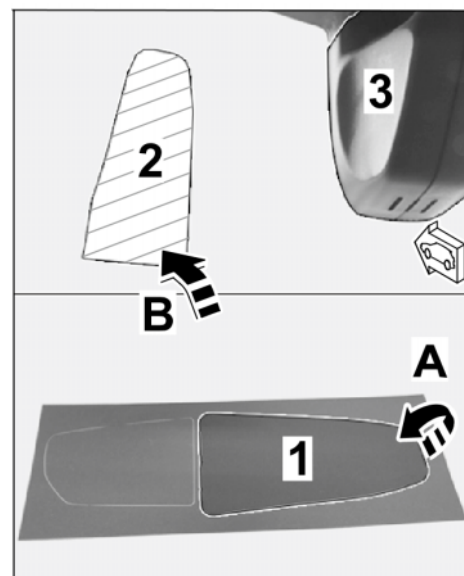

Bild 9
2.2.1 Sichtschutzfolie 3M von Trägerpapier abziehen (⇒ Bild 9 -A-).
2.2.2 Sichtschutzfolie 3M an markierte Klebefläche auf Frontscheibe positionieren (⇒ Bild 9 -B-) und aufkleben.